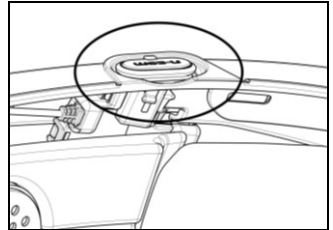

Abb. 8
- Stecken Sie das Buchsenteil durch die entsprechende Öffnung des Kantenschutzes). Dabei den Kantenschutz etwas zurechtbiegen (Abb. 8).